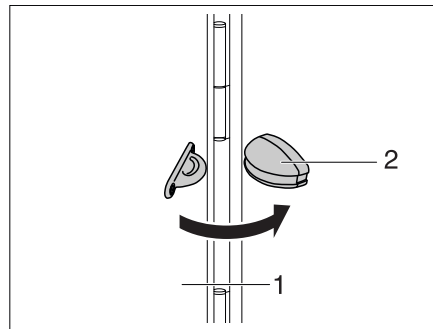

Fig. 52 Freno de la trampilla exterior
- Abrir la trampilla exterior (Fig. 52,1) y plegarla contra la pared del vehículo.
- Empujar la trampilla exterior al freno (Fig. 52,2).
- Retirar la trampilla exterior (Fig. 52,1) con un fuerte tirón del freno (Fig. 52,2).